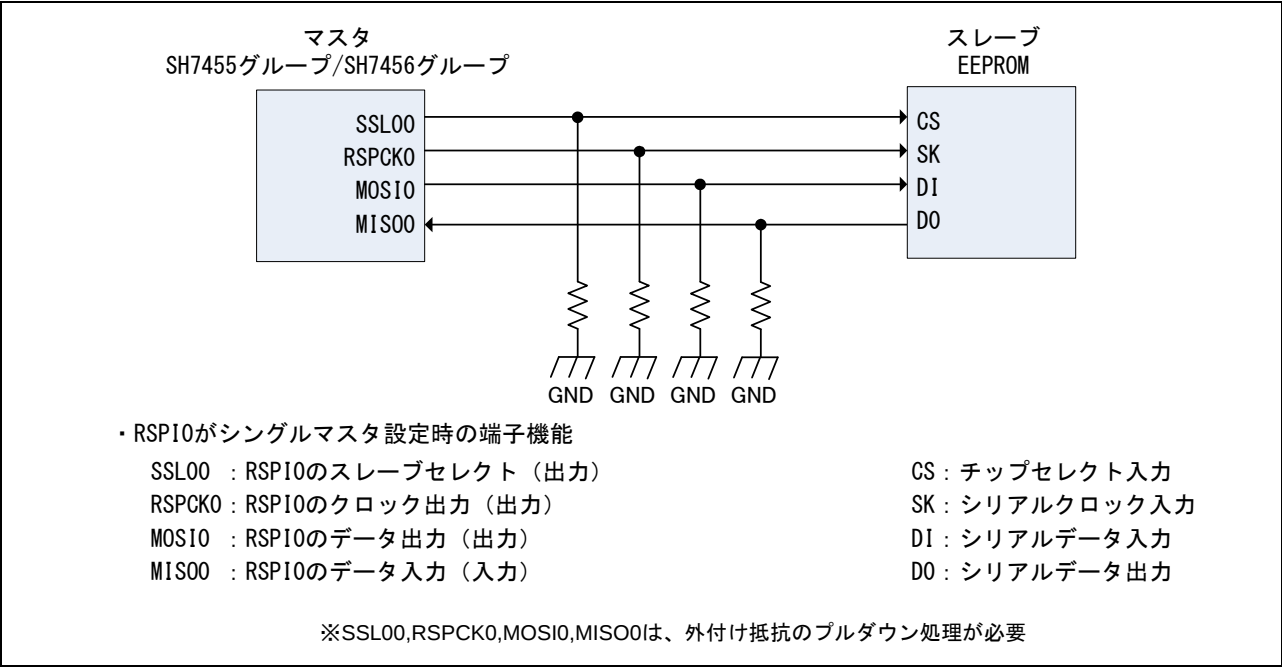

図1.1 RSPI と EEPROM の接続例
- SH7455 グループ/SH7456 グループのRSPIをシリアルインタフェースの 4 線方式でEEPROMと接続します。接続例を図 1.1に示します。